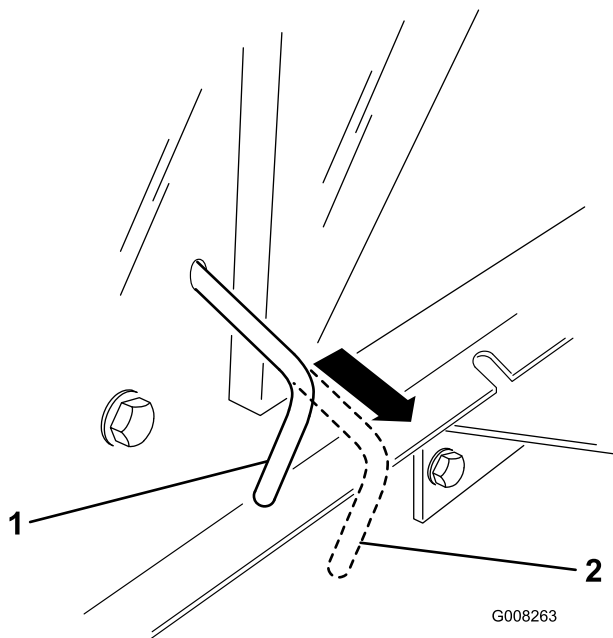

Figure 15
Remarque: Cela a pour effet de débrayer la transmission et de permettre aux roues de tourner librement (Figure 15).
2. Poussez la commande de transmission en position de fonctionnement (Figure 15) pour embrayer la transmission.